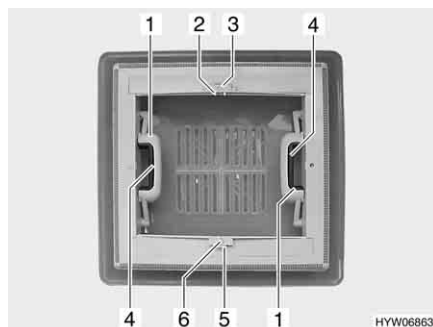

Fig. 16 Oblò a scatto
**Apertura:** ■ Premere la chiusura a scatto (Fig. 16,4) verso l'interno dell'oblò. Premere contemporaneamente verso l'alto l'oblò con la maniglia (Fig. 16,1).
**Chiusura:** ■ Tirare con forza verso il basso le due maniglie (Fig. 16,1) dell'oblò, fino a quando non scattano entrambe le chiusure.
**Chiusura:** ■ Premere l'arresto (Fig. 16,5) verso il lato esterno dell'oblò.
■ Tirare l'oscurante a rullo per la maniglia (Fig. 16,6) fino alla maniglia contrapposta della zanzariera a rullo (Fig. 16,2) e farla innestare.
**Apertura:** ■ Serrare la maniglia (Fig. 16,2). L'arresto si sblocca.
■ Ricodurre lentamente l'oscurante a rullo accompagnandolo con la maniglia (Fig. 16,6).
**Chiusura:** ■ Premere l'arresto (Fig. 16,3) verso il lato esterno dell'oblò.
■ Tirare la zanzariera a rullo per la maniglia (Fig. 16,2) fino alla maniglia contrapposta dell'oscurante a rullo (Fig. 16,6) e farla innestare.
■ Ricodurre lentamente la zanzariera a rullo accompagnandola con la maniglia (Fig. 16,2).